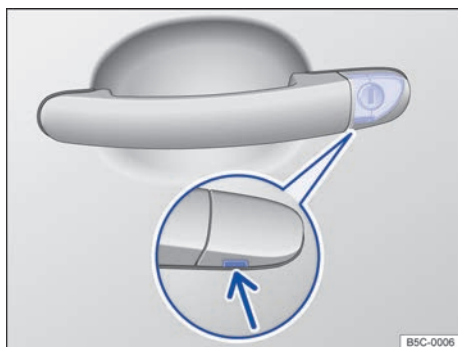

Fig. 60 Manilla de la puerta del conductor: bombín de la cerradura oculto.
- Introduzca el paletón de la llave, por abajo, en el orificio que hay en la caperuza de la manilla de la puerta del conductor → fig. 60 (flecha).